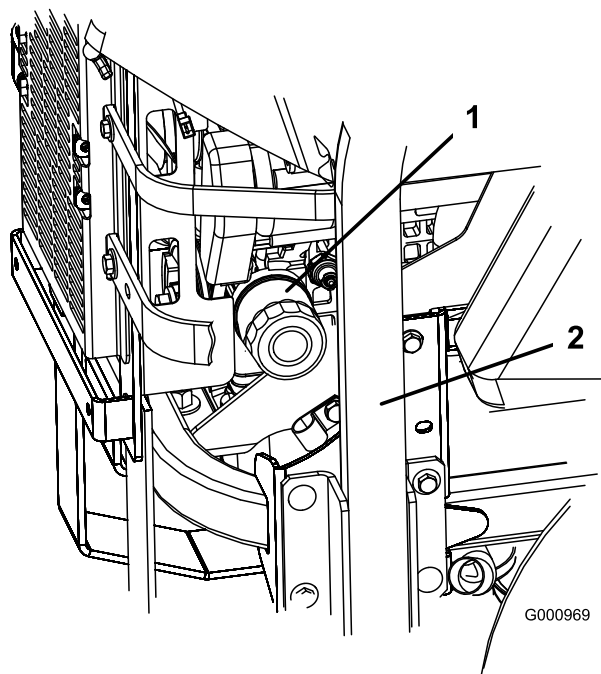
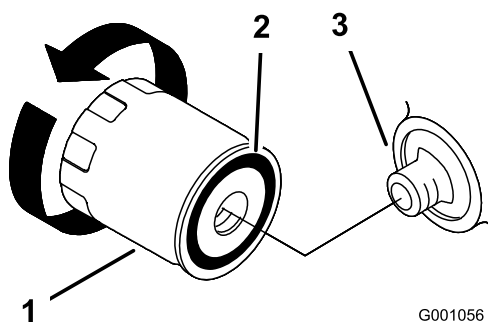

Bild 41
Bild 42
2. Drehen Sie den Ölfiler zum Entfernen nach links (Bild 41 und Bild 42).